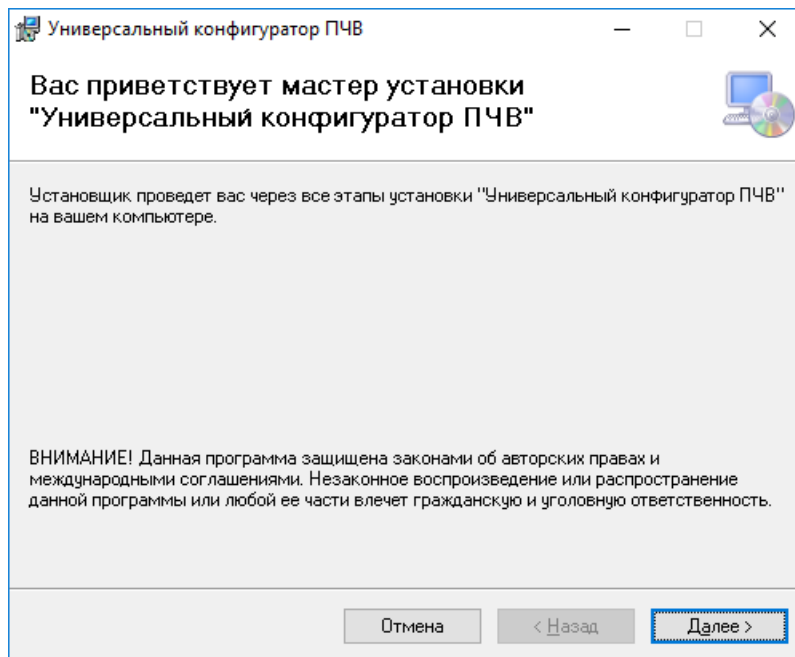

Рисунок 2.1 – Окно мастера установки конфигуратора
1. Запустить файл **UniversalConfiguratorFVC.msi**. На экране появится окно мастера установки (см. рисунок 2.1).